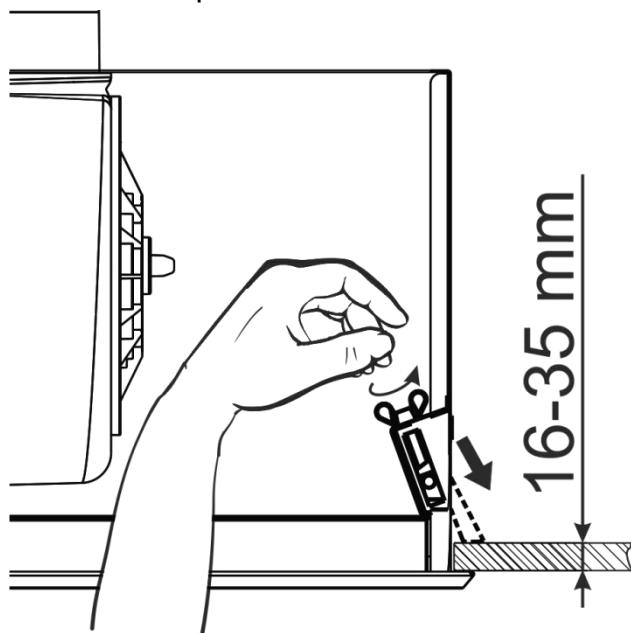

Рис.5
6.5.2 Вставте витяжку в прорізаний прямокутній отвір, злегка натиснувши пружні зажими. Рукою, по обидва боки, закрутіть гайки барашкові (рис.5) до повного прилягання витяжки до дна нижньої полиці навісної меблевої шафи.